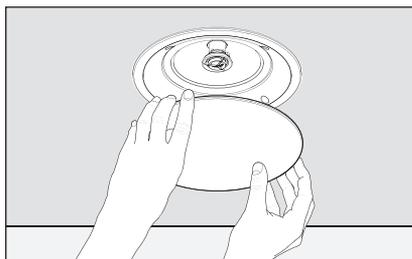

Fig. 5e
11. Poussez délicatement la grille en place (Figures 5e et 6e).